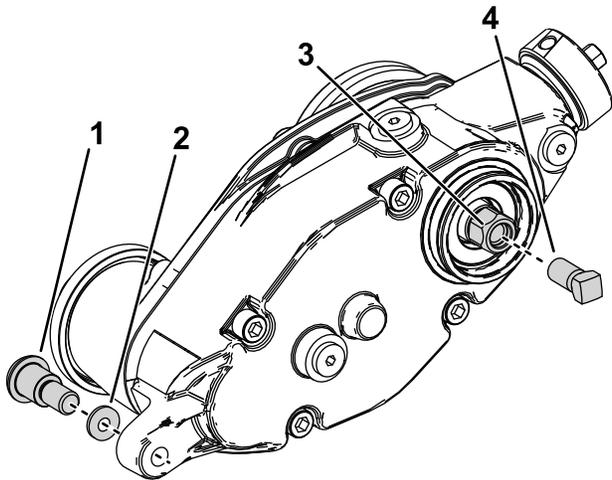

Figura 29
3. Retire el perno de cuello largo y la arandela endurecida que conectan la caja de transmisión del groomer al brazo del regulador (Figura 29).
5. Instale el tornillo de refuerzo (pieza n.º 1-803022 – se vende por separado) en las roscas internas del cabezal hexagonal de la transmisión del groomer y apriételo a 13,5 Nm, tal y como se muestra en la Figura 29.
6. Retire la caja de transmisión del groomer del molinete de corte girando el cabezal hexagonal de la transmisión del groomer (Figura 29).